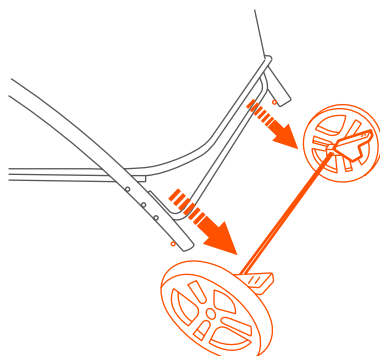

Fig. 15b
• If replacing the rear axle, press the pin on each side behind the wheel hub. Pull the rear axle out from the hub (Fig. 15b).
• Si reemplaza el eje trasero, presione el pasador en cada lado detrás del cubo de la rueda. Tire del eje trasero del buje (Fig. 15b).
• Si vous remplacez l'essieu arrière, appuyez sur l'épingle de chaque côté derrière le moyeu de roue. Sortez l'essieu arrière du moyeu (Fig. 15b).